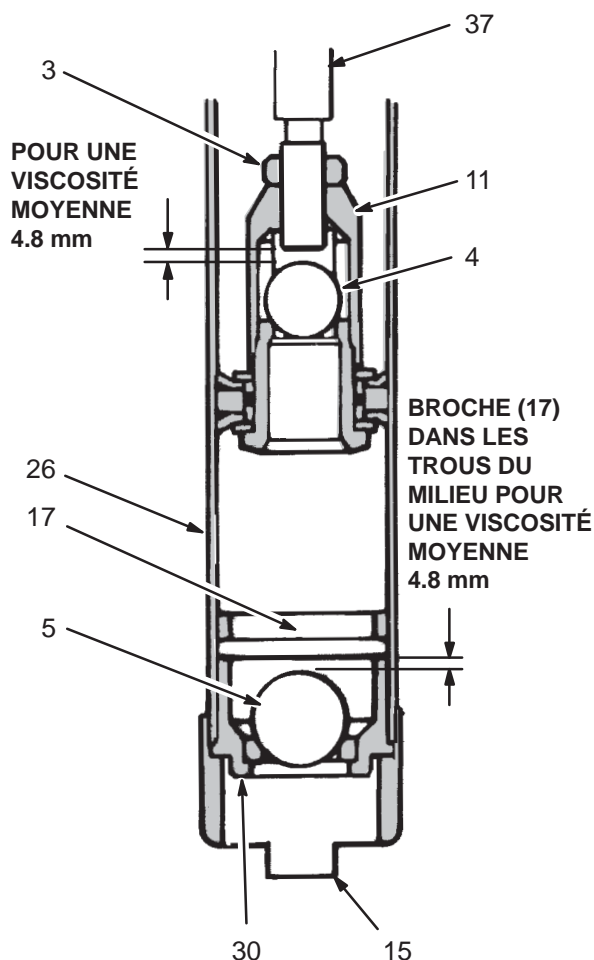

Fig. 2
Pour ajuster la course de la bille du clapet de piston, desserrer l'écrou (3) et tourner le piston (11) dans le sens antihoraire pour augmenter la course de la bille et dans le sens horaire pour réduire la course de la bille. Pour des fluides de viscosité moyenne, la course de la bille devrait être de 4,8 mm (0,19"). Voir Fig. 2.